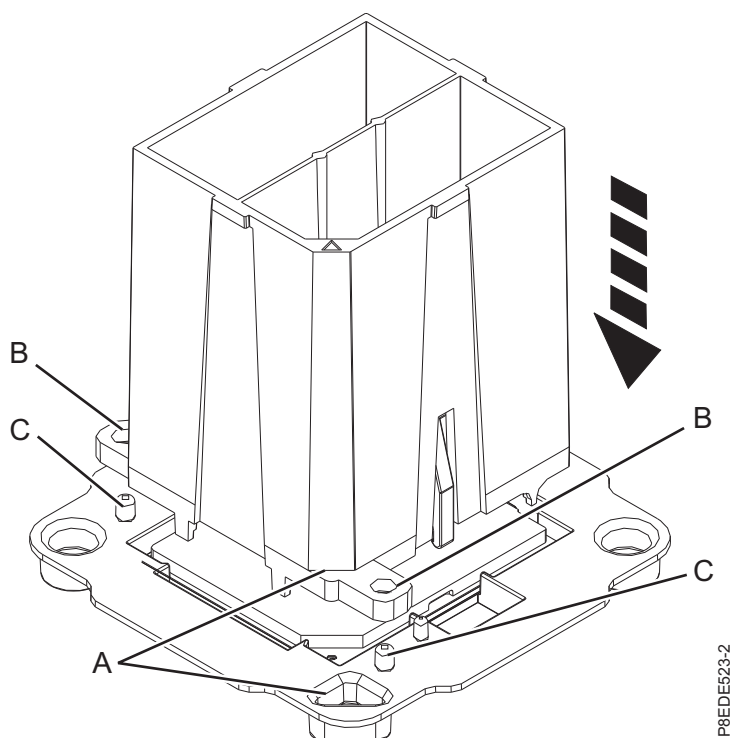
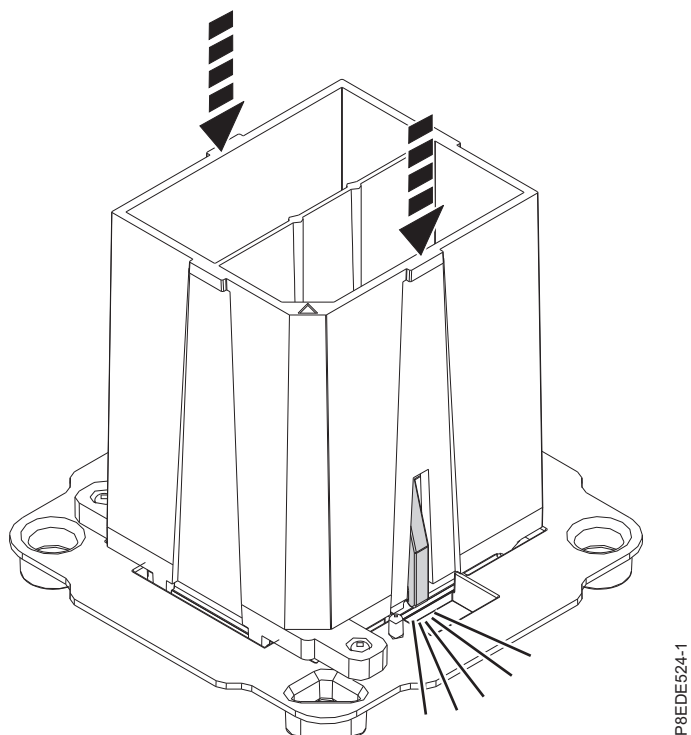

Figura 9. Preparando a instalação do módulo de processador do sistema
Figura 10. Bloqueando o módulo de processador do sistema na ferramenta
- a. Remova o módulo de processador de substituição da bandeja de remessa. Usando a ferramenta de remoção fornecida, alinhe a aresta biselada (A) da ferramenta sobre a aresta biselada do módulo, conforme mostrado na Figura 9 na página 12.
- b. Abaixe a ferramenta sobre o módulo de processador do sistema, assegurando-se de que os dois pinos guia (C) sejam inseridos nos orifícios de alinhamento (B) em cada lado da ferramenta, conforme mostrado em Figura 9 na página 12. Em seguida, empurre para baixo na ferramenta para bloquear o módulo de processador do sistema na ferramenta, conforme mostrado na Figura 10 na página 12. Não pressione as guias de liberação azuis até que seja instruído a fazer isso mais tarde.